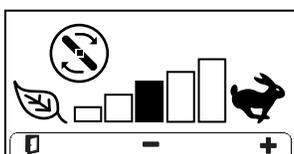

Figure 27
- **Écran de vitesse des lames** (Figure 27) : appuyez sur le bouton pour accéder à cet écran, puis sur pour régler la vitesse des lames. Cet écran est seulement accessible lorsque la fonction Smart Power est désactivée.